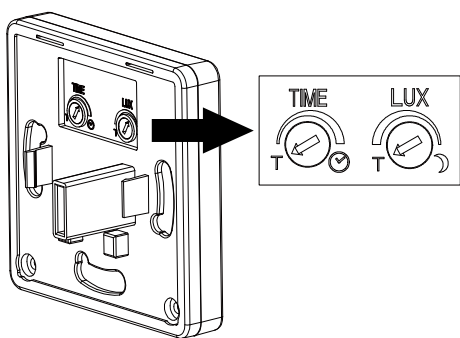

FIGURA 8
(1) TESTE O DETETOR
- Rode os potenciômetros Time e LUX sentido anti-horário para a posição "T" (TEST). (FIGURA 8).